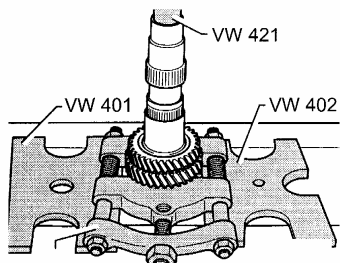

图 12-95 压出 3 挡齿轮
(8) 压出 3 挡的齿轮和换挡齿轮时使用分离装置 A (22~115mm)，如图 12-95 所示。